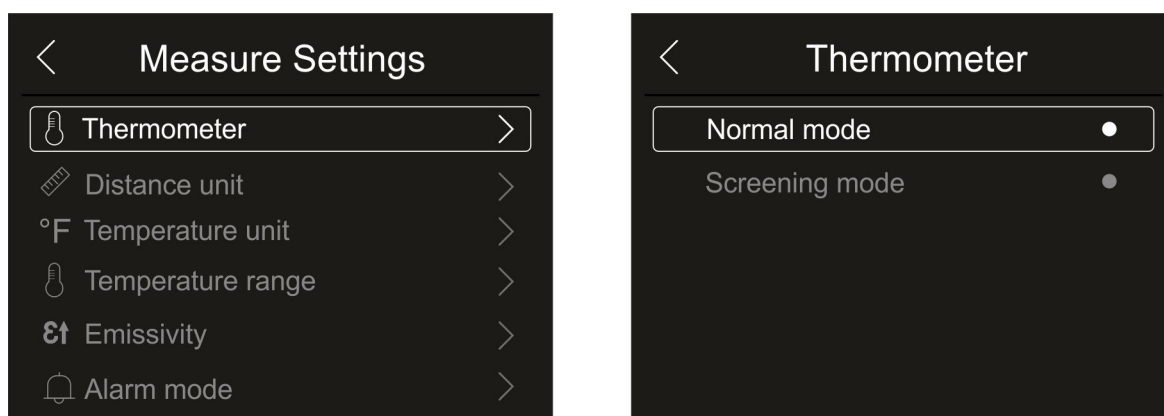

Fig. 23: Menú Termómetro
1. Toque el texto “Thermometer”. Se muestra la pantalla de la Fig. 23 – parte derecha